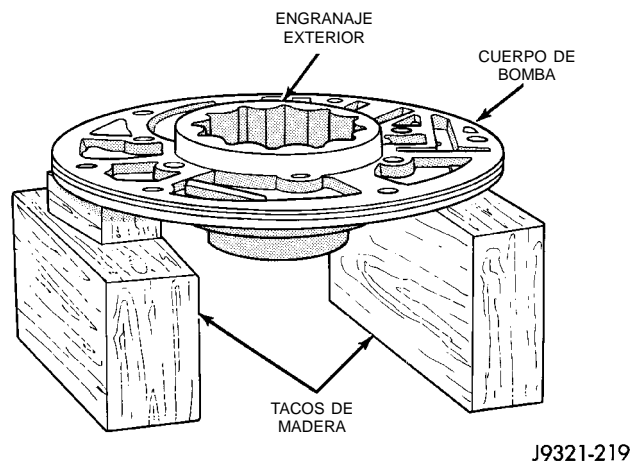

Fig. 158 Apoyo de la bomba e instalación del engranaje exterior
(1) Lubrique el hueco de los engranajes en el cuerpo de bomba con líquido para transmisiones.
(2) Lubrique los engranajes de la bomba con líquido para transmisiones.
(3) Apoye el cuerpo de bomba en tacos de madera (Fig. 158).
(4) Instale el engranaje exterior en el cuerpo de bomba (Fig. 158). El engranaje se puede instalar de cualquier manera (no es un encaje unidireccional).